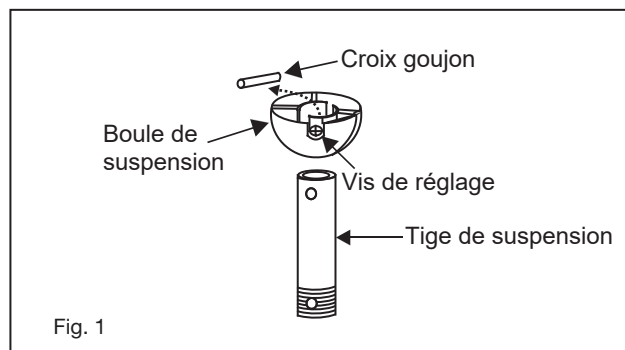

Fig. 1
- 1 Retirez la boule de la tige de suspension en desserrant la vis de réglage sur le côté de la boule. Faites glisser la boule vers le bas et retirez la goupille de la boule ; enlever la balle. (Fig. 1)